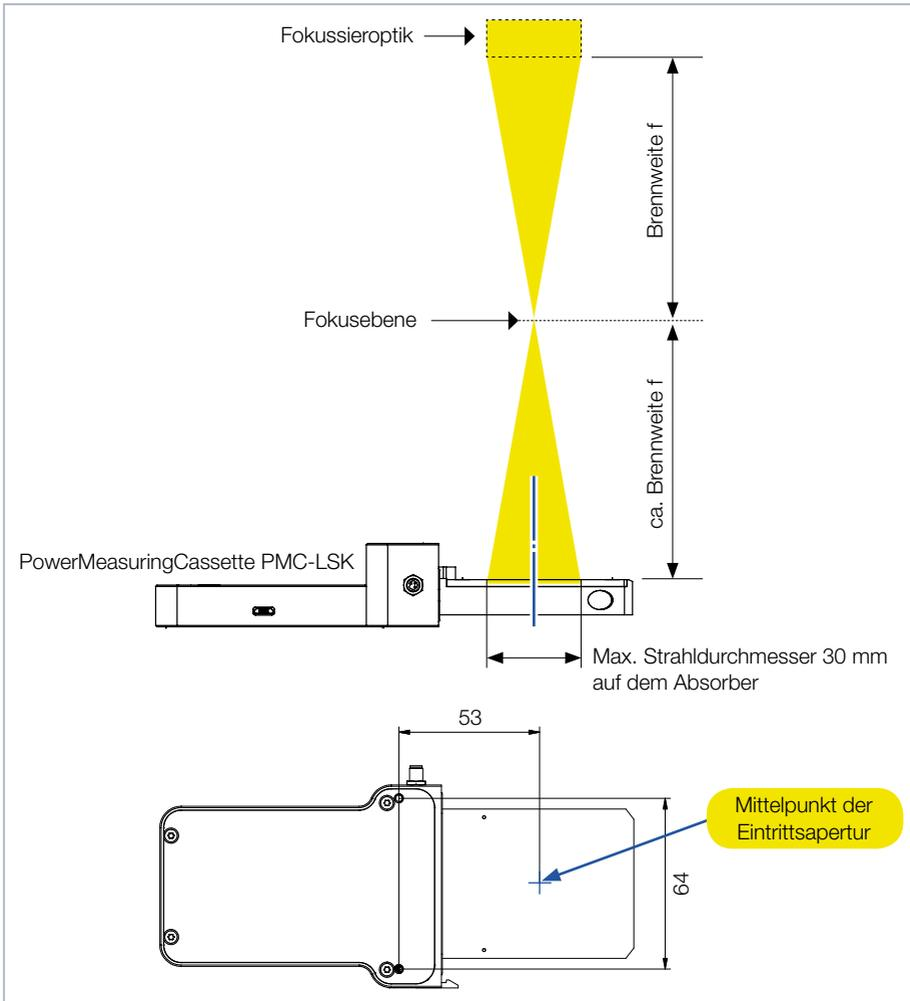

Abb. 6.1: Ausrichtung zum Laserstrahl (schematisch) (Maße in mm)
1. Richten Sie das Gerät gemäß den Angaben im Kapitel 6.3.3 auf Seite 20 und der Abb. 6.1 auf Seite 21 zum Laserstrahl hin aus.